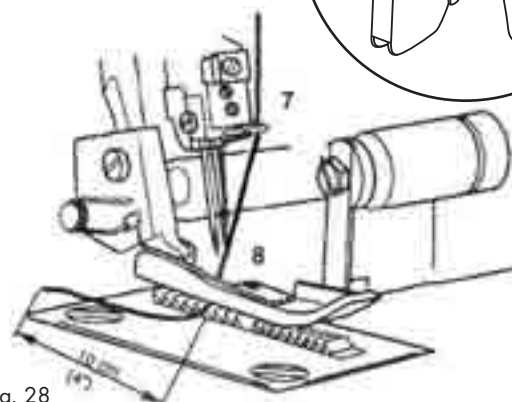

Fig. 28
5. Guíe el hilo a través de la aguja derecha (8) (Fig. 28).